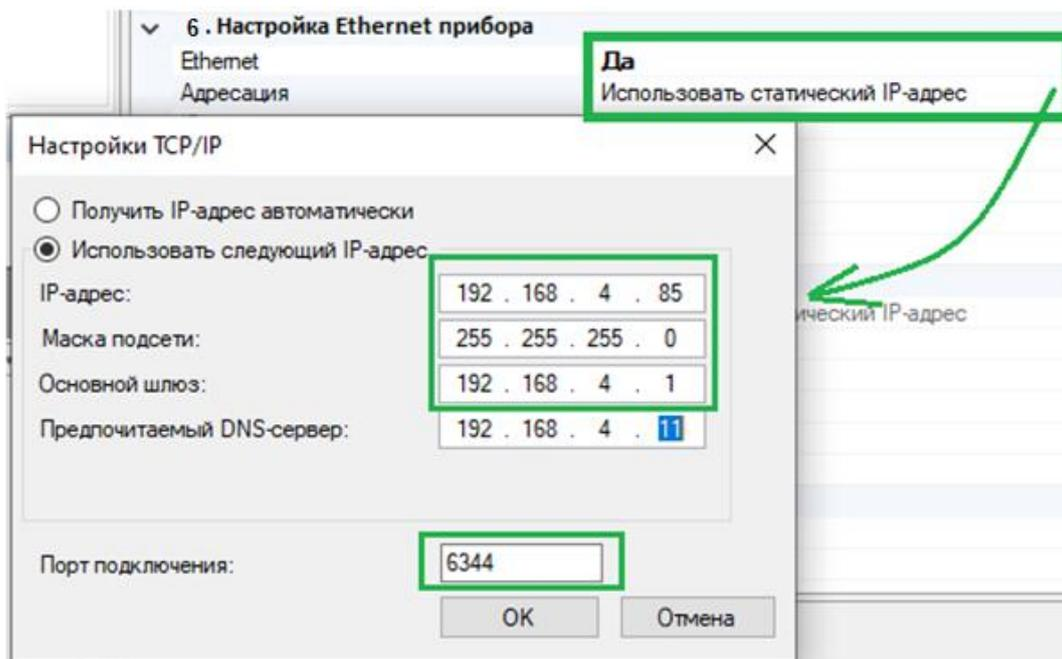

Рисунок 6.24
- В сетевых настройках прибора должен быть выбран режим "Использовать статический IP-адрес", заданы корректные сетевые настройки для работы в локальной сети (IP-адрес, маска подсети и шлюз по умолчанию) (Рисунок 6.24).